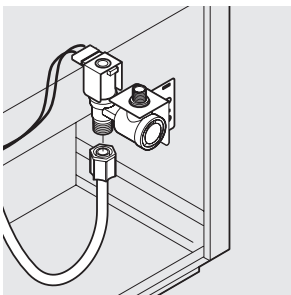

figure 13A
- Deux types de robinet de prise d'eau peuvent être utilisés avec cet ensemble. Suivez les instructions qui s'appliquent au type de robinet inclus dans votre ensemble. Voir les figures 13A et 13B.
Pour les robinets à sortie fileté (figure 13A), poussez l'extrémité en forme d'ogive du tube vert dans le robinet et serrez le boulon en plastique (à la main). Serrez ensuite d'encore 1/2 tour avec une clé. **NE** serrez **PAS** plus que nécessaire.